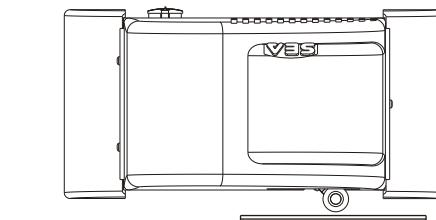
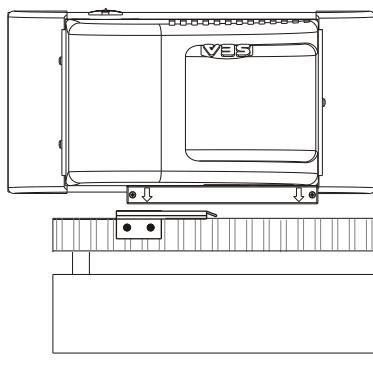
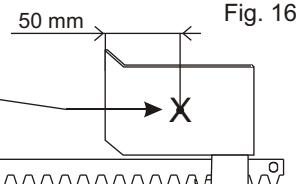
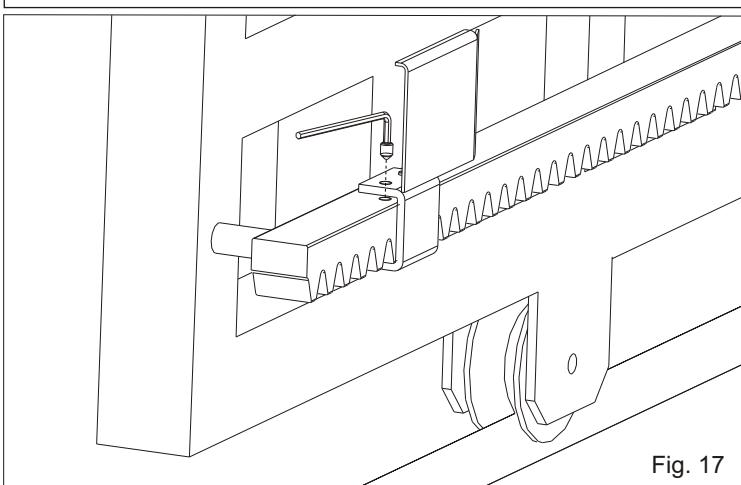

Fig. 14
Fig. 15
Fig. 16
Fig. 17
- Posicionar la plaquita sobre la cremallera para que el tope (palanquita en caso de tope mecánico (Fig. 14); rehiletes de indicación puestos en la parte superior en caso de tope inductivo (Fig. 15)) en correspondencia del punto X que está a 50 mm desde el lado doblado de la plaquita (Fig. 16) y fijarla con los tornillos en dotación (Fig. 17).
- Posicionar la plaquita sobre la cremallera para que el tope esté en correspondencia del punto X que está a 50 mm desde el lado doblado de la plaquita (Fig. 16) y fijarla con los tornillos en dotación (Fig. 17).